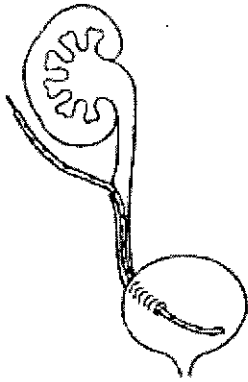

Fig. 3
2. Mientras sujeta el stent y la guía entre el pulgar y el índice, haga avanzar el stent a través de la incisión en el uréter y hacia el interior de la vejiga urinaria (**Fig. 3**).